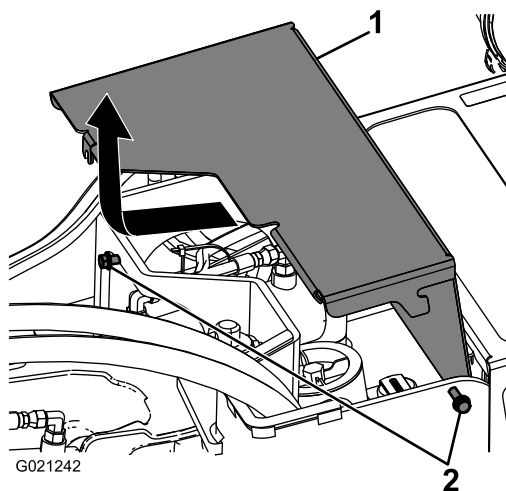

Figura 24
3. Afloje los 2 pernos que sujetan la cubierta delantera a la máquina (Figura 24).
4. Deslice la cubierta hacia adelante y tire hacia arriba para retirar la cubierta (Figura 24).
5. Para instalar la cubierta delantera, deslícela en su sitio y sujétela con los 2 pernos que aflojó anteriormente (Figura 24).